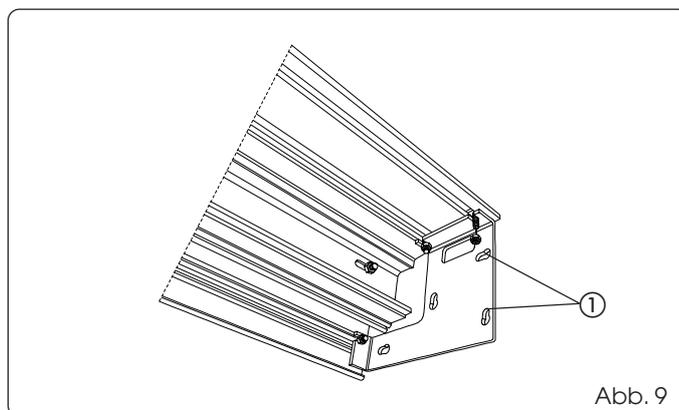
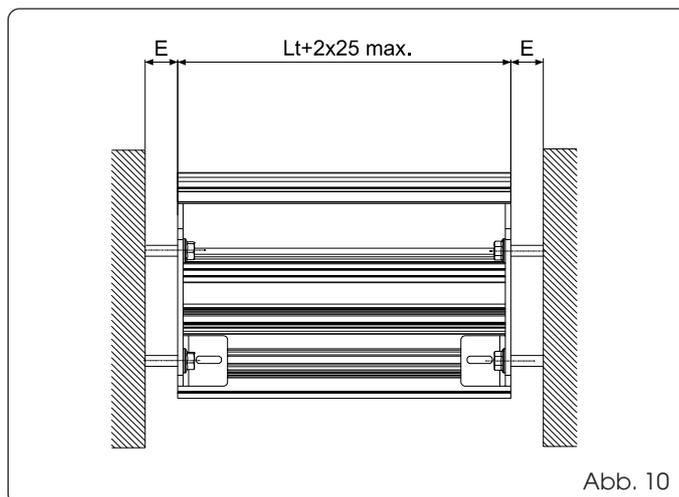

Abb. 9
Abb. 10
Bei der Lieferung ist das selbsttragende Profil bereits mit dem Stützprofil zusammengebaut und die Seitenbügel sind bereits auf dem Querträger montiert (Abb. 9).
• Den Querträger mit Hilfe der Öffnungen auf den Seitenplatten (Abb. 9 Bez. ①) unter Verwendung von entsprechenden Dübeln (nicht im Lieferumfang enthalten) am Mauerwerk befestigen und die eventuellen Passstücke für die Zwischenräume einsetzen (Abb. 10).